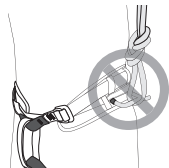

Figure 6
the gear loops or use them for belaying, rappelling or anchoring (Figures 6 and 7).
- ▲ Les anneaux porte-matériel (i) sont conçus uniquement pour stocker du matériel : ils ne peuvent retenir le poids du corps. Ne pas s'encorder aux anneaux porte-matériel ni les utiliser pour l'assurage, le rappel ou l'amarrage (Figures 6 et 7).